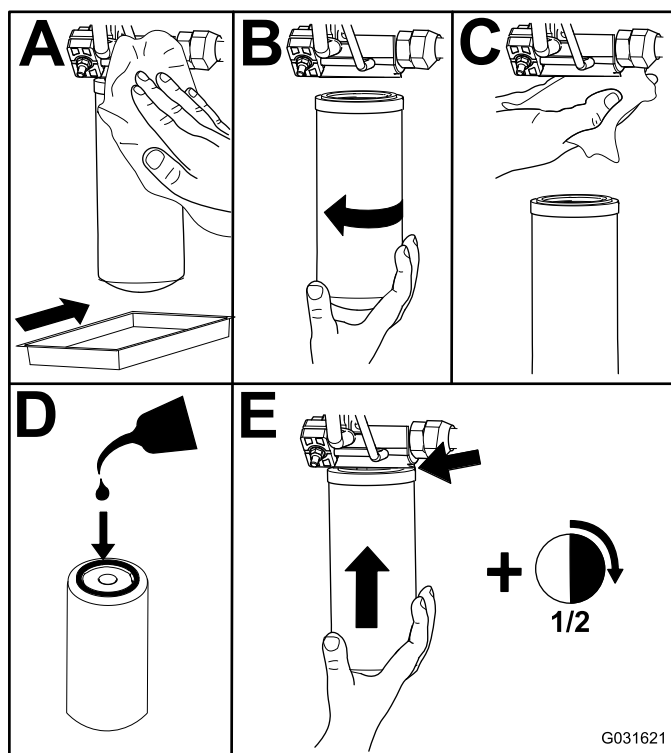

Figura 79
- Sostituite i filtri idraulici (Figura 79).